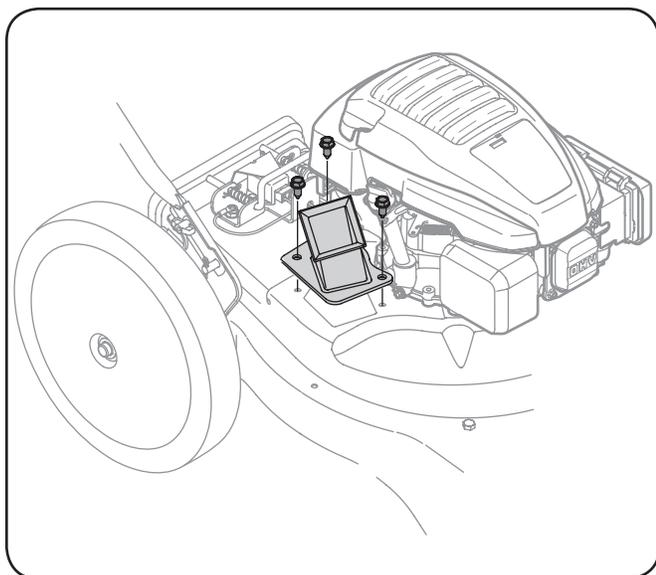

Figure 7-1
3. Retirez les trois vis qui fixent la trémie d'alimentation au boîtier supérieur. Voir Figure 7-1.